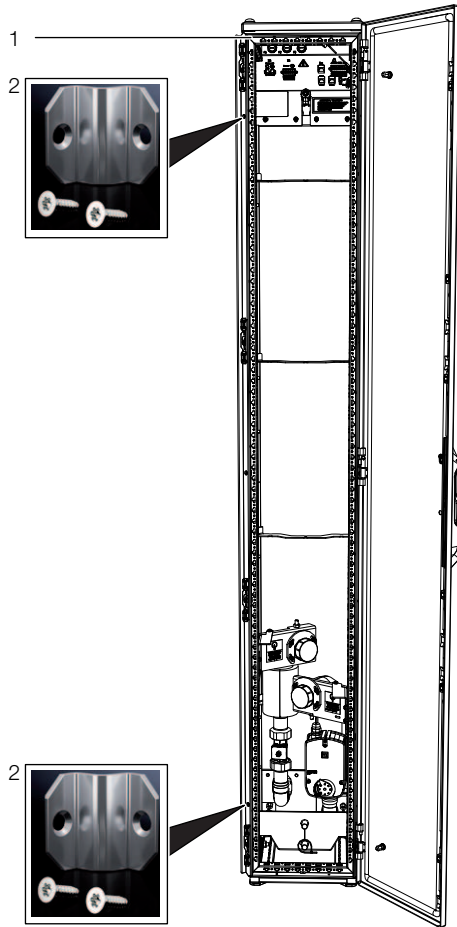

Abb. 38: LCP Rack – Rückseite
- Befestigen Sie je zwei Anreihverbinder (5301.310, Abb. 38, Pos. 2) mit den zugehörigen Befestigungsschrauben an den vorgesehenen Befestigungspunkten in den Montageleisten auf der Vorder- und Rückseite des LCP Rack bzw. des LCP Inline Flush (Abb. 38, Pos. 1).